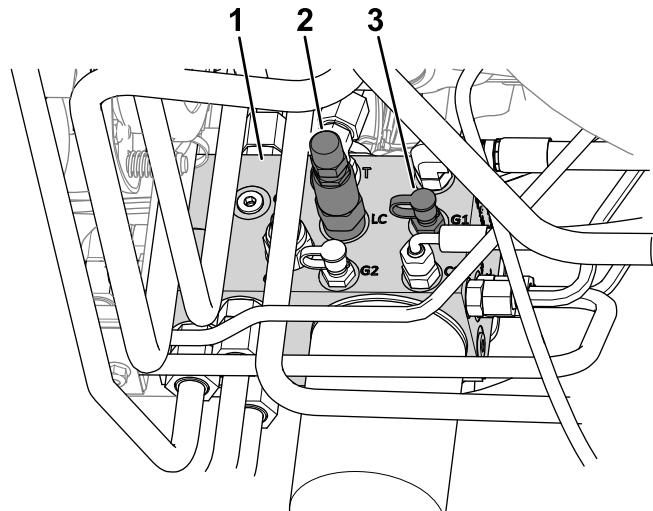

Figura 24
4. Conectai un manometru la portul de testare (cu eticheta G1; consultai Figura 24).
2. Supapă hidraulică de transfer de greutate (LC)
5. La partea laterală a colectorului de ridicare, scoatei capacul de la portul de testare (cu eticheta G1; consultai Figura 24).
6. Slăbii contrapiulia de la extremitatea supapei hidraulice de transfer de greutate (cu eticheta LC; consultai Figura 24).